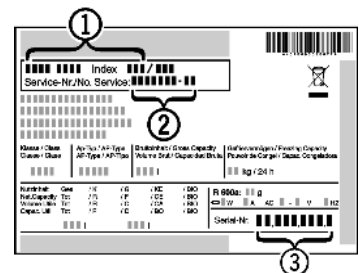

Fig. 37
- ▶ Relever la désignation de l'appareil *Fig. 37 (1)*, le n° de service *Fig. 37 (2)* et le n° de série *Fig. 37 (3)* sur la plaquette signalétique. Cette plaquette se trouve sur la paroi intérieure gauche de l'appareil.
- ▶ Informer le S.A.V. et lui communiquer la panne, la désignation de l'appareil *Fig. 37 (1)*, le n° de service *Fig. 37 (2)* et le n° de série *Fig. 37 (3)*.